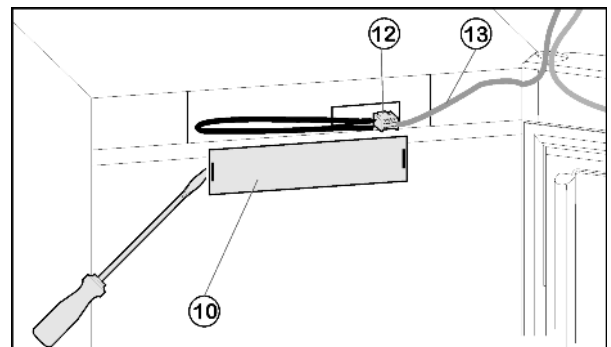

Fig. 4
- ▶ Снимите переднюю накладку Fig. 4 (10) с помощью плоской отвертки.
- ▶ Снимите контакт и извлеките разъем Fig. 4 (12).
- ▶ Высвободите из направляющей серый кабель Fig. 4 (13).
- ▶ Снова установите разъём *Fig. 4 (12)*.
- ▶ Снова установите крышку *Fig. 4 (10)*.